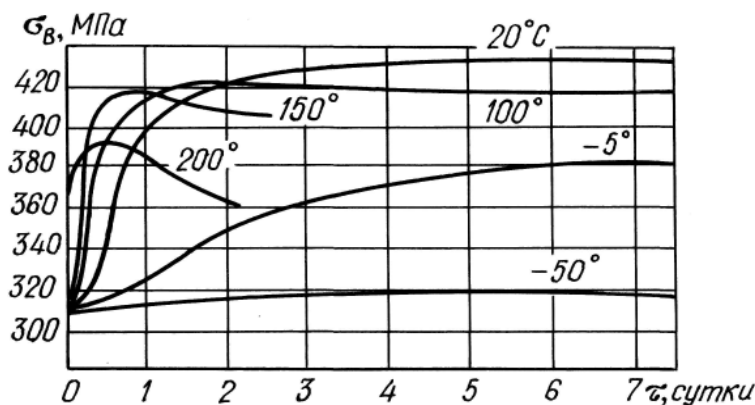

Рис. 2. Зависимость прочности дуралюмина от режима старения
Длительная выдержка закаленного сплава при комнатной температуре (“естественное старение”) не приводит к образованию θ -фазы. В отдельных плоскостях решетки α -раствора начинают скапливаться атомы меди, однако их концентрация еще не достигает той, которая необходима для образования зародышей θ -фазы (55,4 % Cu). Из-за разницы атомных радиусов меди (0,128 нм) и алюминия (0,143 нм) решетка α -раствора в местах скопления меди сильно искажается. Эти области искажений называются **зонами Гинье-Престона** или зонами ГП. Являясь искажениями решетки, зоны ГП препятствуют скольжению дислокаций и эффективно упрочняют сплав (рис. 2).
равновесной θ -фазы типом решетки. Решетка метастабильной фазы еще не отделена от решетки α -раствора (когерентная связь), а так как параметры этих решеток различны, то в местах образования θ' - и θ'' -фаз решетка α -раствора искажается. Степень искажения, однако, меньше, чем в случае образования зон ГП, поэтому меньше и эффект упрочнения (рис. 2).
θ -фазы. Из рис. 2 видно, что длительная выдержка при 200...250 °С, приводящая к коагуляции упрочняющих частиц θ -фазы, вызывает уменьшение прочности (“перестаривание”).
2. Диаграмма состояния Al-Cu. Процессы, происходящие на отдельных этапах термической обработки дуралюмина. Кривые старения дуралюмина (рис. 2).